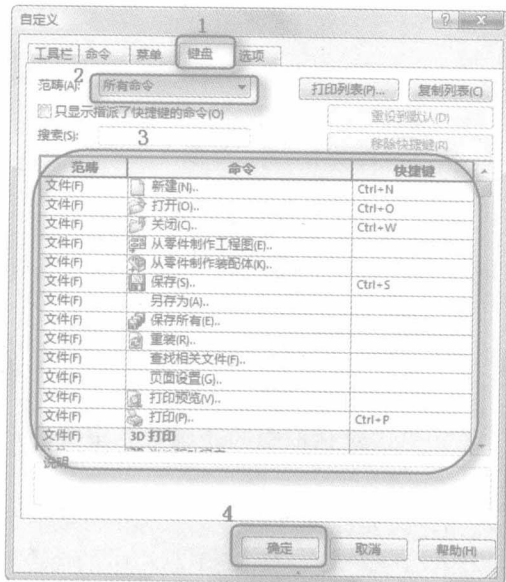

图 1-27 “自定义”对话框
(1) 执行命令。执行【工具】→【自定义】菜单命令, 或者在工具栏区域单击鼠标用鼠标右键, 在快捷菜单中选择“自定义”选项, 此时系统弹出“自定义”对话框。
(2) 设置快捷键。选择对话框中的“键盘”标签, 此时会弹出如图 1-27 所示的“键盘”标签的类别和命令选项。